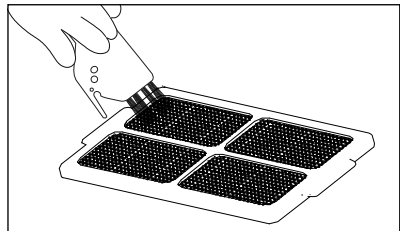

Fig. 11
- 5) Limpe o filtro de rede com a escova de limpeza 10 (ver fig. 11).